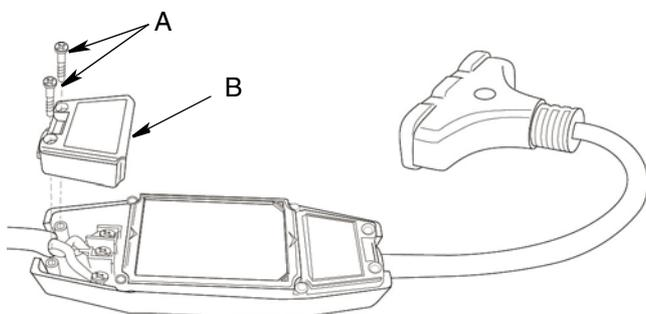

FIG. 12
Le lettere di riferimento utilizzate nelle seguenti istruzioni fanno riferimento a FIG. 12.
2. Allentare quattro viti testa a croce n. 2 (A) sul coperchio dell'interruttore differenziale (B). Rimuovere il coperchio (FIG. 12).
3. Rimontare il coperchio dell'interruttore differenziale (B) con quattro viti a croce n. 2 (A) (FIG. 12).